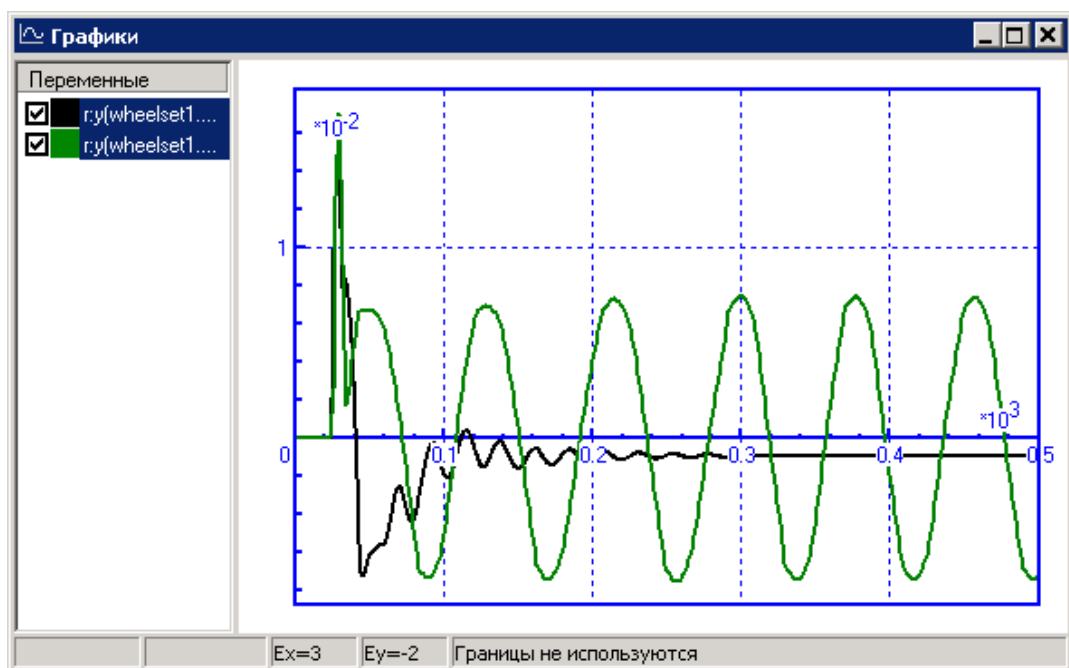

Рис. 3.18. Поперечные колебания первой колесной пары:
6. В окне проекта сканирования выберите эксперимент номер 12 ( $v_0 = 90$ ), и перетащите переменную **r:y(wheelset1.wset)** в графическое окно уже для этого эксперимента, см. рис. 3.18.
Таким образом, на рис. 3.18 ясно видно, что поперечные колебания первой колесной пары, возбужденные единичной неровностью на скорости 30 м/с со временем затухают, а на скорости 90 м/с – превращаются в незатухающие колебания, т.н. предельный цикл. Другими словами, на скорости 30 м/с мотрису устойчива, на скорости 90 м/с – неустойчива.